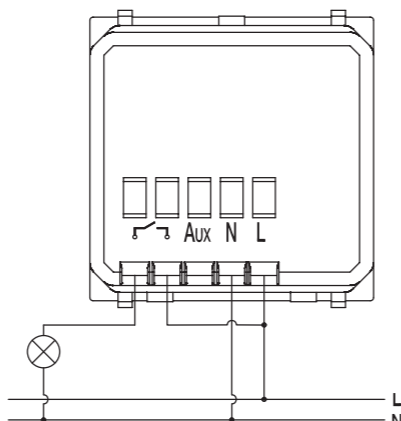

Figure 3 : Schéma basique de connexion
La connexion électrique de ces articles s'effectue selon le schéma de connexion représenté dans la figure 3.
- Brancher l'appareil selon les schémas de connexion. Figures 3, 4 et 5